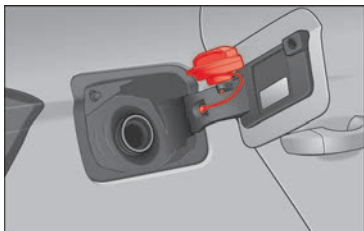

Abb. 63 Tankklappe mit aufgestecktem Tankverschluss.
- Platzieren Sie den Verschluss in der Aussparung, die sich im Scharnier der geöffneten Tankklappe befindet »» **Abb. 63**.